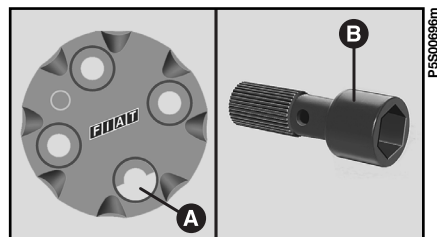

fig. 7
2) Monter la roue d'utilisation normale. Au cas où la roue serait équipée d'enjoliveur, il faut d'abord insérer un seul boulon, ensuite monter l'enjoliveur même en alignant le trou **A**-fig. 7 au boulon déjà monté; visser le trois autres boulons, en utilisant la prolonge **B** pour emboîter les boulons de fixation.